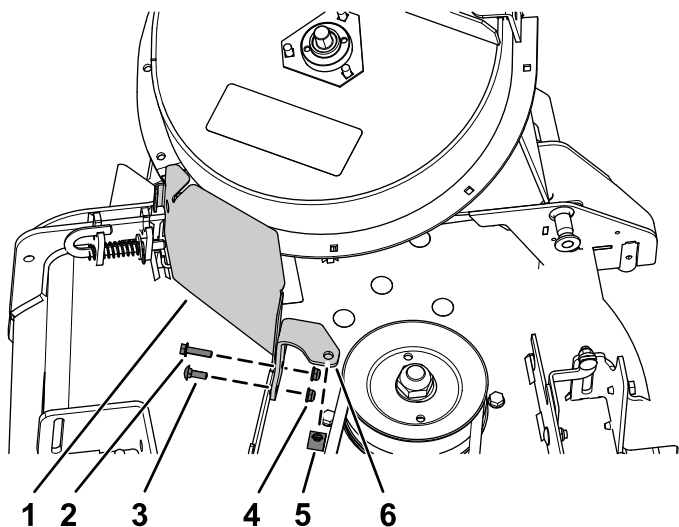

Figura 12
- Allineate i fori della puleggia CE al foro nella staffa del deflettore anteriore e al foro esterno nella flangia della scocca anteriore (Figura 12).
- Allineate la staffa del copricinghia CE con i fori sul lato posteriore della flangia della scocca anteriore (Figura 12).
- Fissate la protezione della puleggia CE e la staffa del copricinghia alla flangia del piatto anteriore nel foro esterno con il bullone a testa esagonale ($\frac{1}{4} \times 1"$) e un dado flangiato ($\frac{1}{4}"$) come illustrato nella Figura 12.
- Fissate la staffa del copricinghia alla flangia del piatto anteriore nel foro interno con il bullone a testa tonda ($\frac{1}{4} \times \frac{3}{4}"$) e un dado flangiato ($\frac{1}{4}"$) come illustrato nella Figura 12.
- Allineate il dado a graffetta al foro nella parte superiore della staffa del copricinghia CE e premetelo sulla staffa (Figura 12).